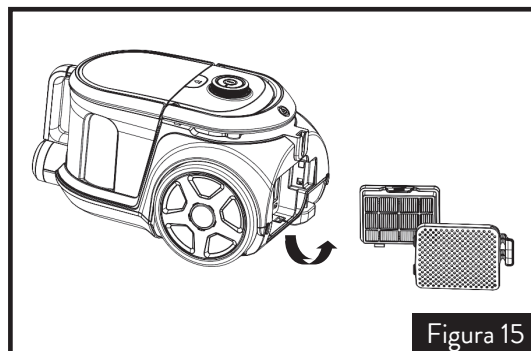

Figura 15
1. Como muestra la figura 15, presione la traba de la rejilla de salida para abrirla.
2. Quite la rejilla y el filtro exterior, de acuerdo con la figura 15.